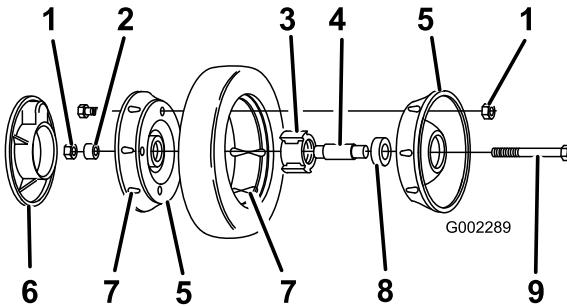

Figure 31
3. Retirez le boulon, la bague d'espacement et le contre-écrou qui fixent la roue au bras de pivot (Figure 31).
4. Séparez du pneu les deux moitiés de la roue en retirant les 4 boulons et 4 contre-écrous (Figure 31).
Remarque: Pour extraire les roulements de l'ensemble moyeu/roulement, appuyez sur la douille d'écartement des roulements (Figure 31).
1. Posez le pneu sur une des demi-roues, en faisant correspondre les reliefs (Figure 31).
2. Placez l'ensemble roulement/moyeu dans le trou central de la moitié de roue. Les ailes du moyeu doivent reposer sur le flasque de l'ouverture (Figure 31).
3. Posez l'autre demi-roue sur l'ensemble moyeu/roulement en faisant correspondre les trous et les reliefs de la roue et du pneu (Figure 31).
4. À l'aide de 2 vis ou boulons entièrement filetés (1/4-20 x 1,50 pouce) et d'écrous non-bloquants, réunissez les deux moitiés de roue sans les serrer. Installez les vis ou les boulons dans les trous opposés (Figure 31).
pour assurer un serrage uniforme, jusqu'à ce que les demi-roues soient réunies (Figure 31).
6. Montez et serrez les 2 boulons et les 2 contre-écrous retirés auparavant dans les trous libres des demi-roues. Retirez les 2 vis ou boulons longs et remplacez-les par 2 boulons et 2 contre-écrous (Figure 31).
7. Posez la roue sur le bras de pivot à l'aide des boulons, d'une entretoise et d'un contre-écrou. Vérifiez si la bague est bien placée entre le moyeu de la roue et le bras de pivot (Figure 31).